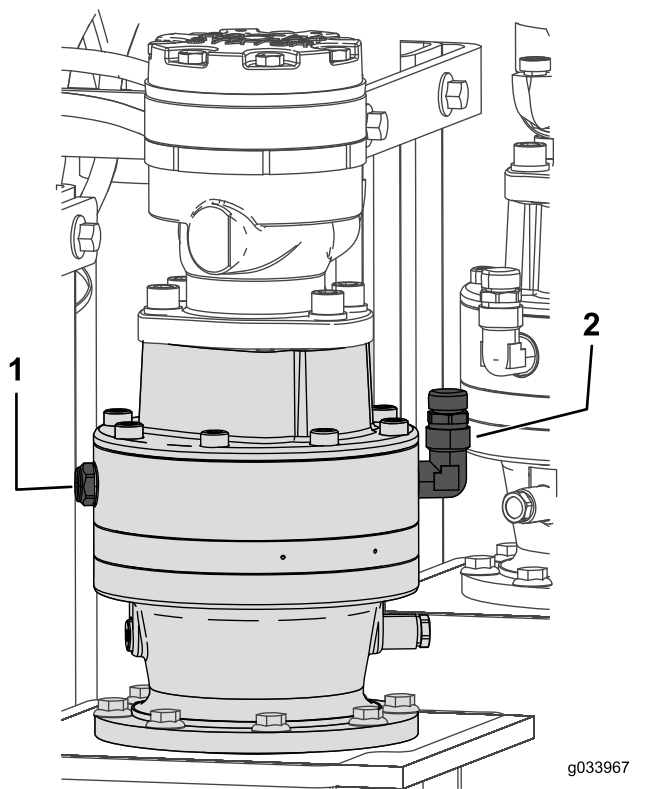

Figure 102
1. Contrôlez le niveau d'huile dans le regard sur le train planétaire des vrilles d'ancrage (Figure 102).
2. Retirez le reniflard et ajoutez de l'huile dans le train planétaire jusqu'à ce que le niveau d'huile arrive au moins à mi-hauteur du regard (Figure 102).